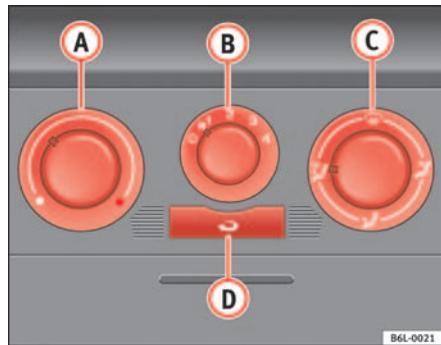

Fig. 84 Mando de la calefacción en el tablero de instrumentos
- Gire el regulador de temperatura ⇒ fig. 84 A hacia la izquierda.
- Gire el regulador de la temperatura ⇒ fig. 84 A hacia la derecha hasta alcanzar el grado de calefacción deseado.
- Gire el regulador de la temperatura ⇒ fig. 84 A hacia la derecha hasta el nivel máximo de calefacción.
- Gire el regulador de temperatura ⇒ fig. 84 A hacia la zona de calefacción.